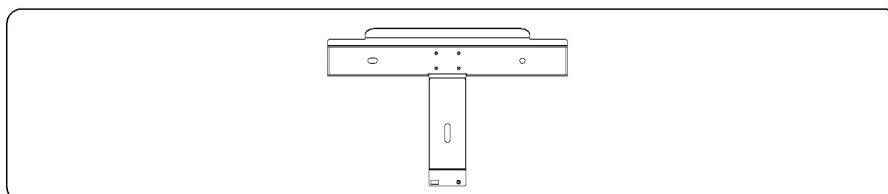

Imagen 4.9 Panel trasero (unidad: mm)
Paso 1 Saque el panel trasero del embalaje y determine las posiciones para el inversor y el soporte, como muestra la imagen 4.9.